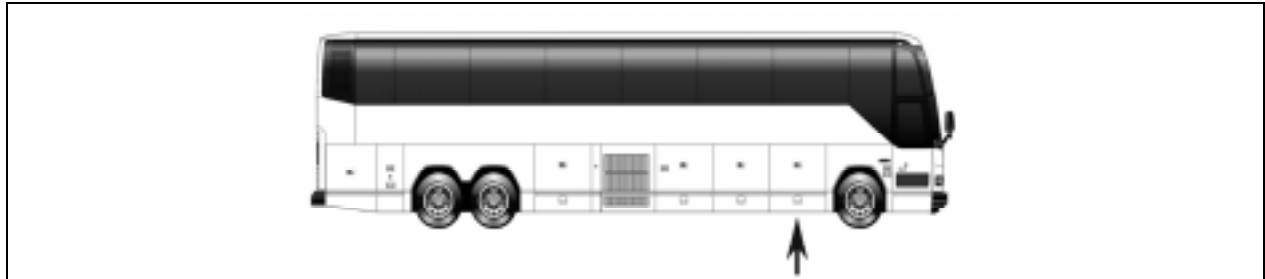

Figure 5 : Emplacement du premier compartiment à bagages.
- Ouvrir le premier compartiment à bagages (figure 5). Localiser, dans le haut de ce compartiment, le tuyau de plastique le plus près de vous (figure 6, élément 2). Localiser ensuite l'extrémité de ce tuyau (figure 6, élément 3).